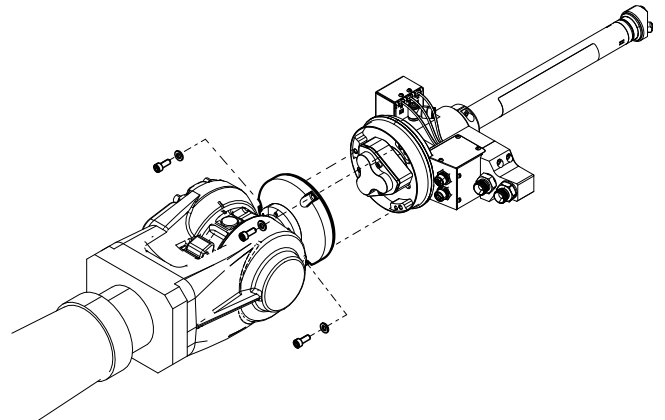

図 8
5. スイベルハウジング (619) を回転防止ブラケットに取り付けているネジを取り外します。
6. Switch 3D ガンをロボットの取り付けフランジに取り付けている 3 本のネジを外します。以下を参照してください：図 8 を参照ください。